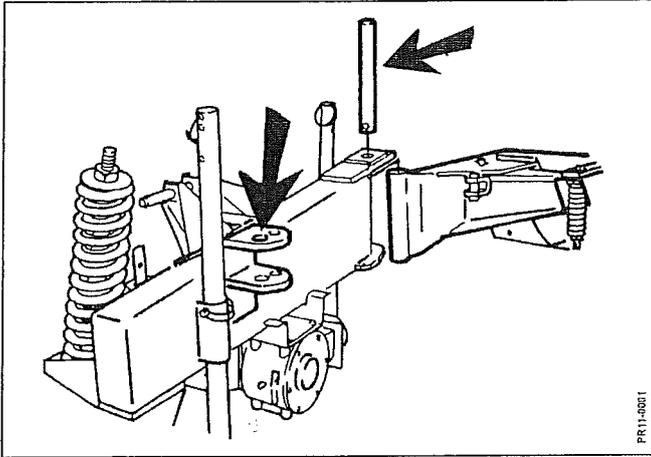

Fig. 2-1
- Fig. 2-1:** Monter la tête d'attelage à l'aide d'un axe qui est bloqué avec une goupille spéciale